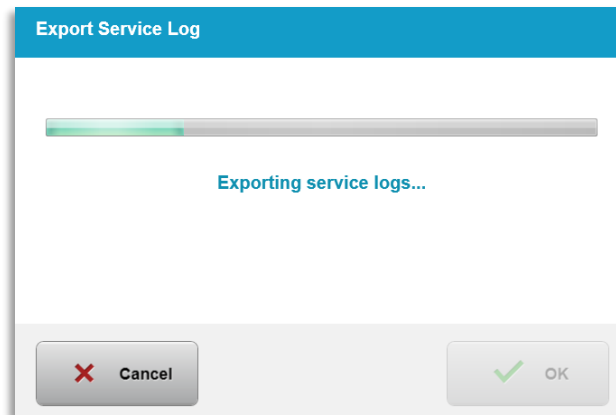

Figure 3-58. Exportation du journal de service en cours
- Le système commence automatiquement le transfert du journal de service et affiche une barre d'avancement du processus de transfert, comme illustré à la figure 3-58.